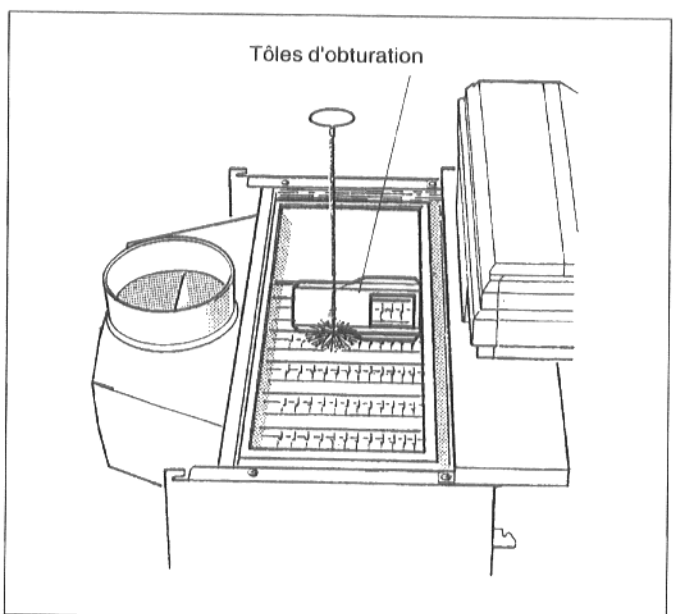

Fig. 42 : nettoyage à la brosse
- Retirer les 2 obturateurs (fig.42).
- Brosser les carnaux de fumées (fig. 42).
- Retirer les 2 tôles d'obturation (fig. 42).